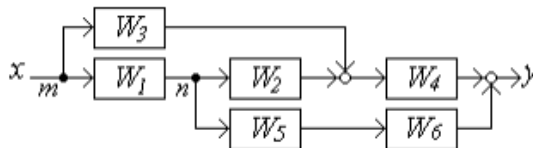

Рисунок 1.6
6. Найти эквивалентную передаточную функцию схемы (рисунок 1.6).